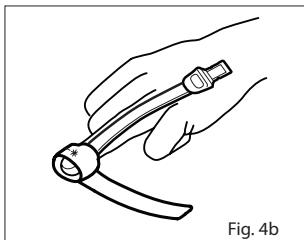

Fig. 4b
- Voir la Fig. 4b. Envelopper la bande adhésive autour du doigt et vérifier que la fenêtre de l'émetteur (\*) est alignée au-dessus du doigt directement à l'opposé du détecteur. La fenêtre du détecteur doit être complètement couverte pour assurer la précision des mesures.